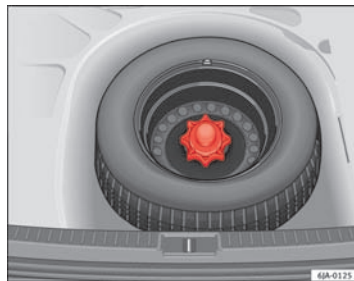

Fig. 125 Nød-hjul: bundplade, der er klappet op ►
- Løft bundpladen, og hold den i denne position for at tage nødhjulet ud ⇒ Fig. 125.